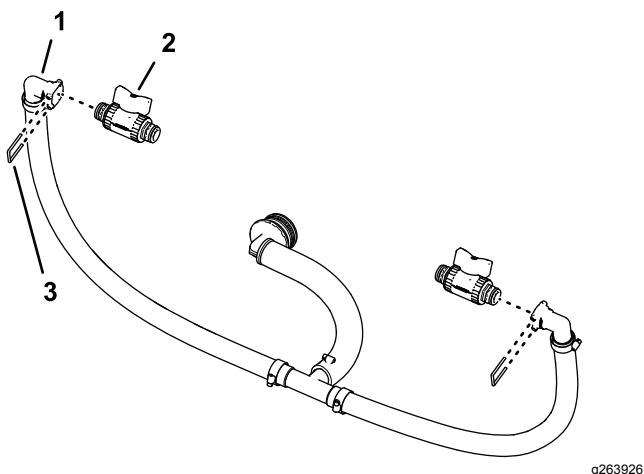

Figura 92
1. Rimuovete il fermo dal raccordo ad attacco rapido a 90° come mostrato nella Figura 92.
2. Montate la valvola di intercettazione sulla presa del raccordo a disinnesto rapido (Figura 92).
4. Montate la valvola d'intercettazione e il fermo che avete rimosso al passaggio 1 di Rimozione del flessibile di bypass di sezione \(pagina 32\) sull'altra presa del raccordo a disinnesto rapido (Figura 92).